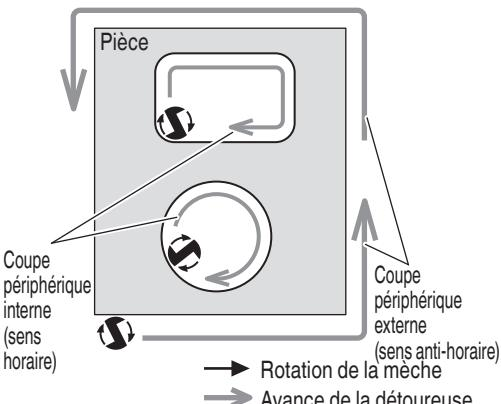

Fig. 31
- (2) Le couteau tourne dans le sens des aiguilles d'une montre (direction de la flèche sur la base). Pour obtenir le maximum d'efficacité au découpage, alimenter la détoureuse en se conformant aux directions d'alimentation montré dans la Fig. 31.